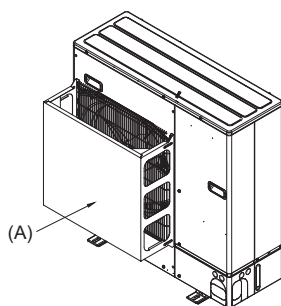
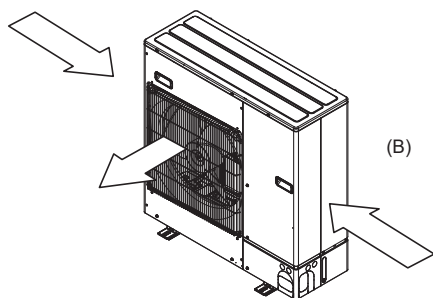

Abb. 2-5
Abb. 2-6
- (2) Installieren Sie eine als Sonderzubehör erhältliche Luftschutzführung, wenn die Anlage an einem Aufstellort installiert ist, an dem die Gefahr besteht, dass starker Wind direkt in die Luftaustrittsöffnung bläst. (Abb. 2-5)
- (A) Luftschutzführung
- (3) Bringen Sie die Anlage so an, dass die Abluft aus der Luftaustrittsöffnung im rechten Winkel zu derjenigen Richtung geführt wird, aus der saisonal bedingt starker Wind bläst. (Abb. 2-6)
- (B) Windrichtung